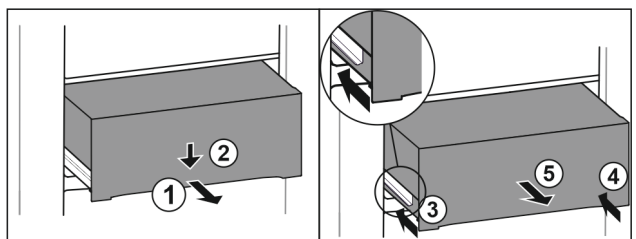

Fig. 128
- ▶ Predal izvlecite do polovice. Fig. 128 (1)
- ▶ Predal na sprednji strani potisnite navzdol. Fig. 128 (2)
- ▶ Levo vodilo potisnite približno 2 cm noter. Fig. 128 (3)
- ▶ Desno vodilo potisnite približno 2 cm noter. Fig. 128 (4)
- ▶ Predal vzemite ven v smeri naprej. Fig. 128 (5)